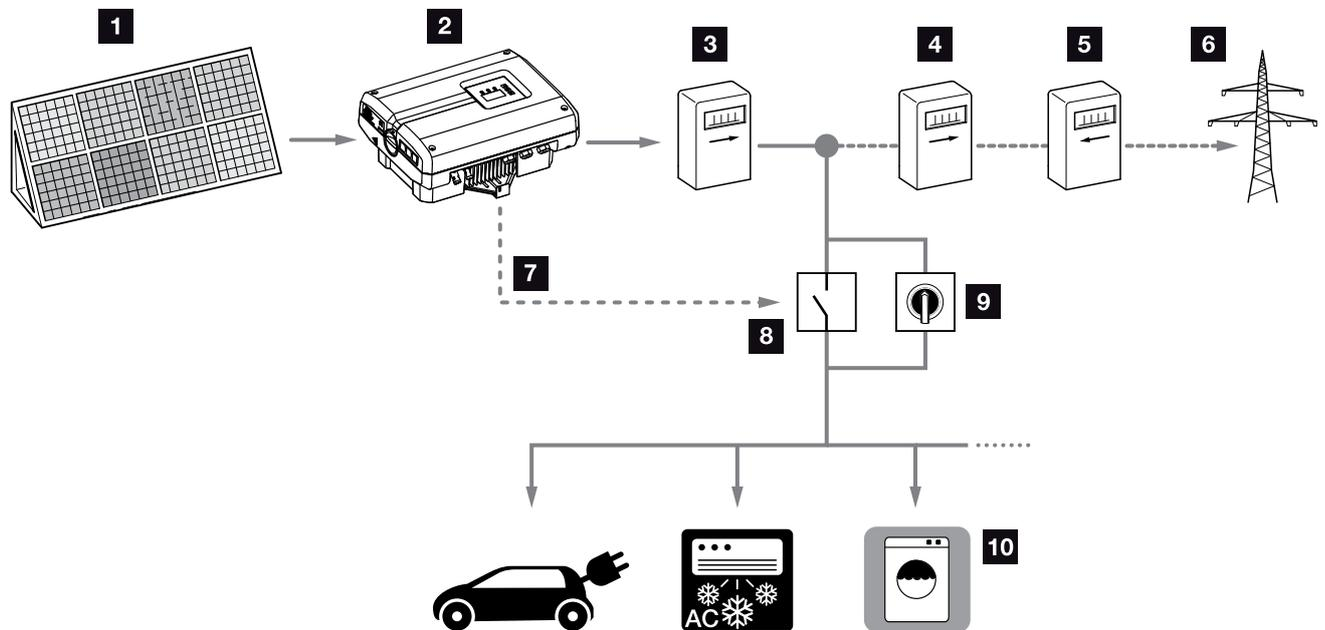

Fig. 59 : Configuration de l'autoconsommation
3. Installer et raccorder correctement les autres composants pour l'autoconsommation. **Fig. 59**